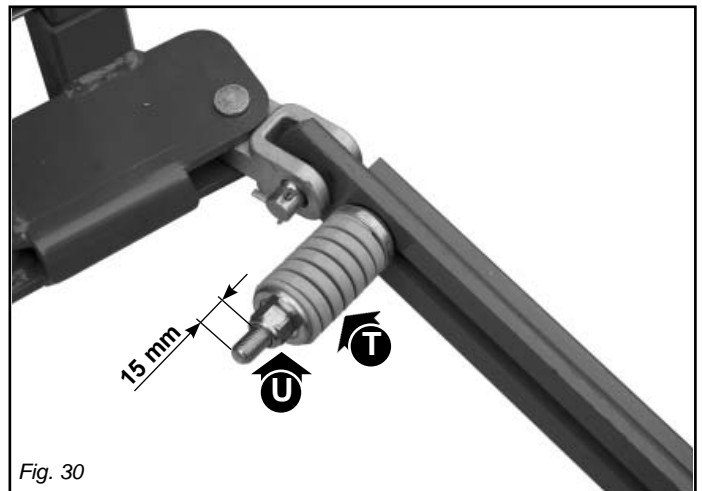

Fig. 30
- La segadora está provista de un dispositivo de seguridad contra los obstáculos. Cuando después de haber chocado se desengancha, hay que pararse sin levantar la barra. Controlar que el arbol cardán no haya salido, de otro modo hay que volverlo a componer, hacer marcha atrás hasta que el tirante de seguridad se vuelva a enganchar. **Coloque el tirante de seguridad paralelo al suelo, haga marcha atrás con el tractor hasta que se enganche el tirante de seguridad.** Si el tirante se desenganchara con demasiada facilidad, regular el muelle (T, Fig. 30) mediante la tuerca (U, Fig. 30) cerrándola de media vuelta cada vez.